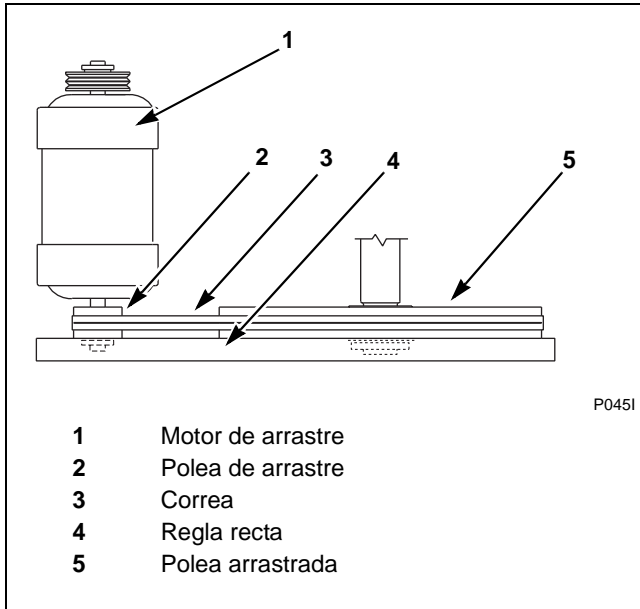

Figura 28
- c. Verifique que las correas trapeciales estén bien alineadas comprobando la alineación de las poleas. Coloque una regla a través de ambas caras de las poleas. La regla deberá hacer contacto con las poleas en cuatro lugares. Consulte la *Figura 28*.